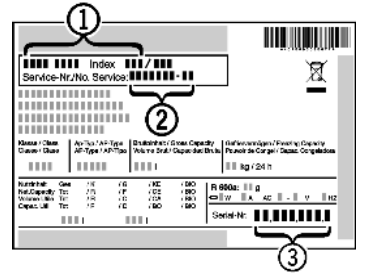

Fig. 29
- ▶ Cihazın adını *Fig. 29 (1)*, servis numarasını *Fig. 29 (2)* ve seri numarasını *Fig. 29 (3)* model plakasından okuyun. Model plakası, cihazın iç kısmında, solda bulunur.